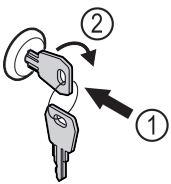

Fig. 177
- ▶ Вдавити ключ Fig. 177 (1).
- ▶ Повернути ключ на 90° за годинниковою стрілкою Fig. 177 (2).